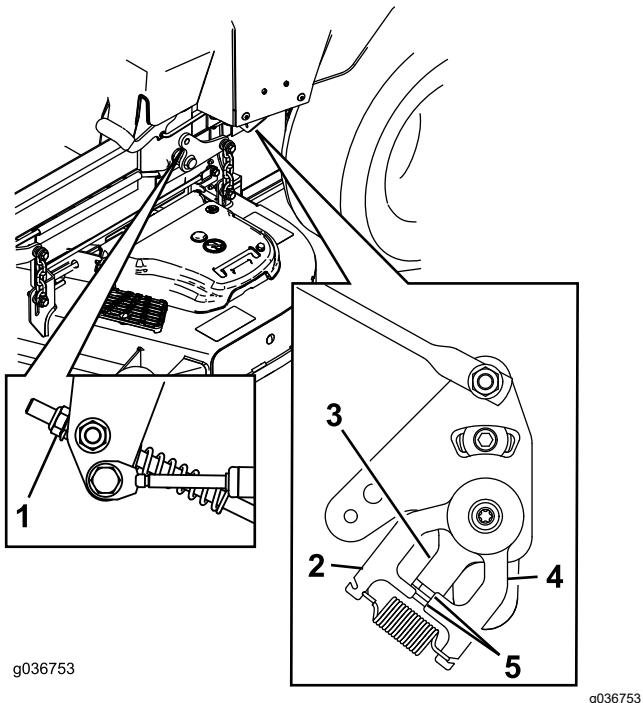

Рисунок 67
11. Отрегулируйте длины штоков управления насосами, повернув гайки в соответствующих направлениях так, чтобы колеса немного медленно вращались в обратном направлении (Рисунок 67).